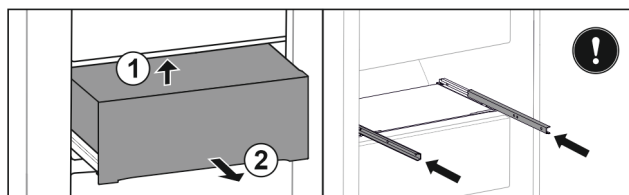

Fig. 114
- Nosta vetolaatikkoa alhaalta takaa. Fig. 114 (1)
- Poista vetolaatikko vetämällä sitä eteenpäin. Fig. 114 (2)